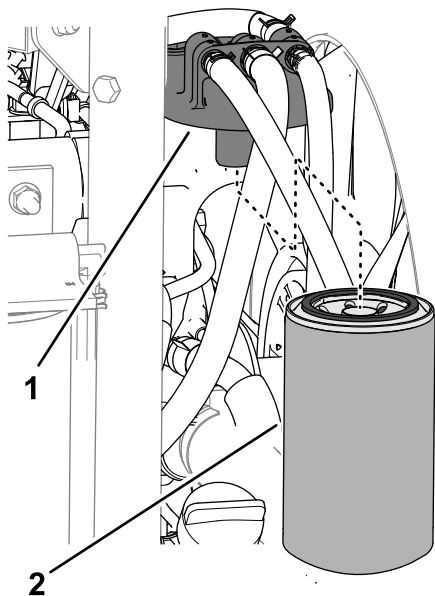

Figura 117
2. Curățați zona din jurul capătului filtrului de combustibil (Figura 117).
3. Scoateți filtrul și curățați suprafața de montare a capătului filtrului (Figura 117).